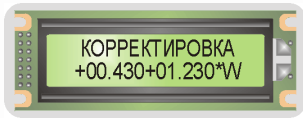

Рис. 4.2. Вид ЖКИ БУК при вводе коэффициентов корректировочного выражения
4.6.1. При нахождении влагомера в общем меню режима «Градуировка» (рис. 1.2) нажать на цифровой клавиатуре БУК кнопку «4», затем «Ввод», при этом на ЖКИ БУК откроется корректировочное выражение (рис. 4.2), мигающий курсор находится на первом слагаемом, он указывает разряд числа, который будет отредактирован при очередном нажатии цифровой кнопки.